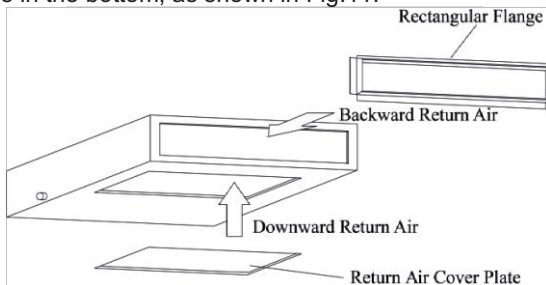

Fig.11
a. The default installation location of the rectangular flange is in the back and the return air cover plate is in the bottom, as shown in Fig.11.
b. Se pretender a instalação da conduta de ar de retorno na parte inferior, então retire a flange da entrada de ar posterior e coloca na entrada de retorno de ar inferior, conforme a fig.11. Para isso remove a tampa da entrada de ar de retorno e coloca aí a flange e de seguida coloca a tampa na parte na entrada de ar posterior.